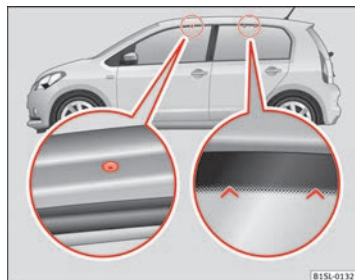

Fig. 70 Points de fixation des supports standard et de la galerie porte-bagages du toit.
Les orifices de fixation avant se trouvent dans la partie inférieure des longérons du toit et ils sont fermés avec des vis en plastique → fig. 70 (agrandissement gauche). Les orifices ne sont visibles que si la porte est ouverte. Les points de fixation de la partie arrière se trouvent sur la partie supérieure des glaces latérales arrière → fig. 70 (agrandissement droit).
- Le support standard doit être fixé uniquement aux points indiqués sur l'illustration → fig. 70.